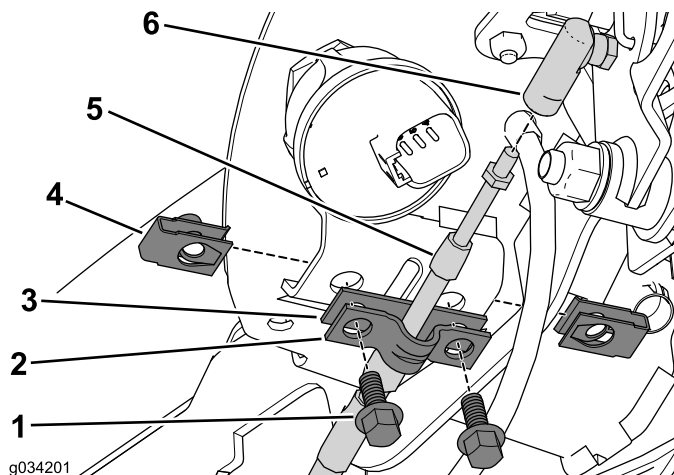

図 5
1. ケーブルクランプとシムをコンソールアセンブリに固定しているボルト2本とクリップナットを外す 図 5。
2. ケーブルクランプは保存、シムは捨てる 図 5。
3. ケーブルコネクタからニュートラルロックケーブルを外す 図 5。